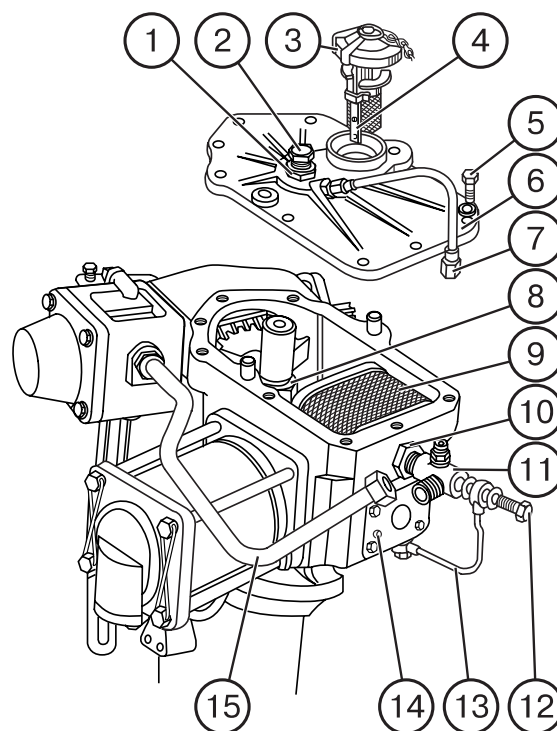

Рис. 62.
- б) установите сошку 10 в среднее положение, для чего, поворачивая рулевое колесо, установите его в положение, когда щуп 14 (рис. 62) максимально утоплен;
Для промывки масляного фильтра выполните следующее (рис.62):
Категорически запрещается работа трактора, если уровень масла ниже нижней риски на масломере 4 (рис. 62).